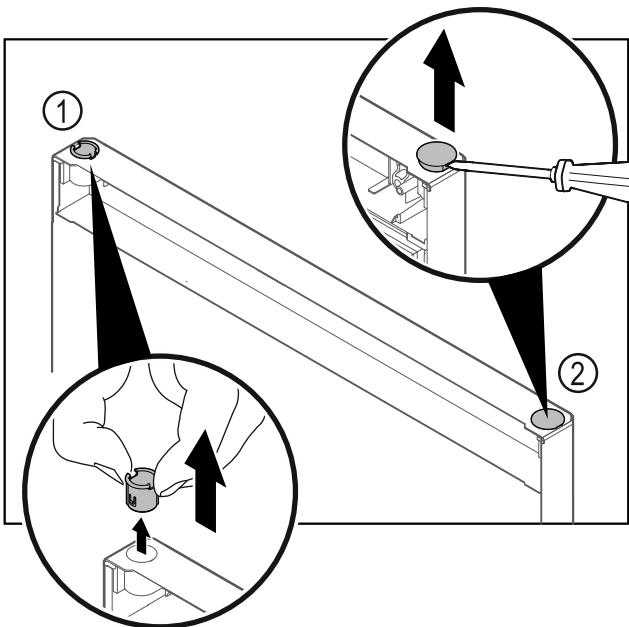

Fig. 23
- ▶ Húzza ki az ujjával a csuklópánt-perselyt Fig. 23 (1).
- ▶ A fedődugót Fig. 23 (2) egy csavarhúzóval óvatosan emelje meg és húzza ki.